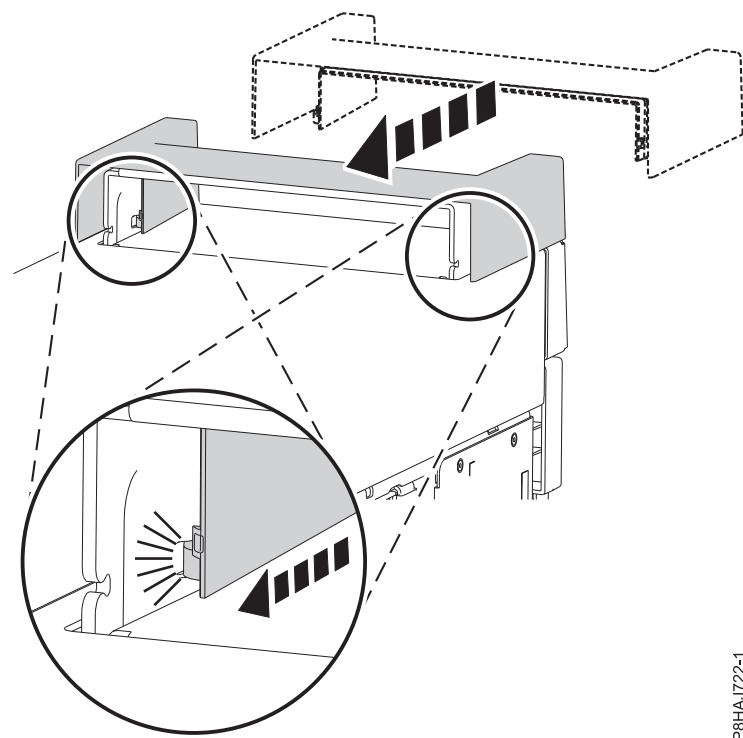

Figure 34. Mise en place de la poignée sur un système autonome 8286-41A
1. Fixez la poignée à la station d'accueil RDX interne (FC EUA3) en la faisant coulisser vers l'arrière du système. Voir figure 34.